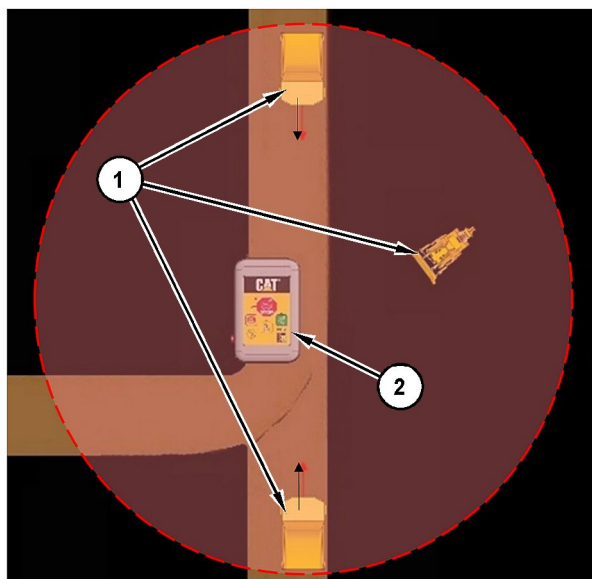

Fig. 9
- (1) Maskiner utrustade med A-stoppmottagare
- (2) A-stoppsändare
Bild 9 visar maskiner utrustade med A-stopp, med monterade A-stoppmottagare. A-stopps indikatorlampa, i form av en lysdiod (LED), på A-stoppsändarens fjärrkontroll (2) indikerar att ett A-stopp har aktiverats. Cirkeln i bild 9 indikerar A-stopps räckvidd. I bild 9 stoppas maskiner utrustade med A-stopp (1) som befinner sig inom A-stoppsändarens (2) räckviddsområde på grund av att A-stoppknappen har tryckts ned. När en A-stopphändelse har inträffat kommer alla maskiner utrustade med A-stopp (1) som befinner sig inom eller som åker in i A-stoppsändarens (2) räckviddsområde att stoppas så länge den sänder kontinuerligt. En signal om att "Återställa" och "Rensa" krävs för att de berörda maskinerna utrustade med A-stopp (1) ska kunna återuppta normal drift.